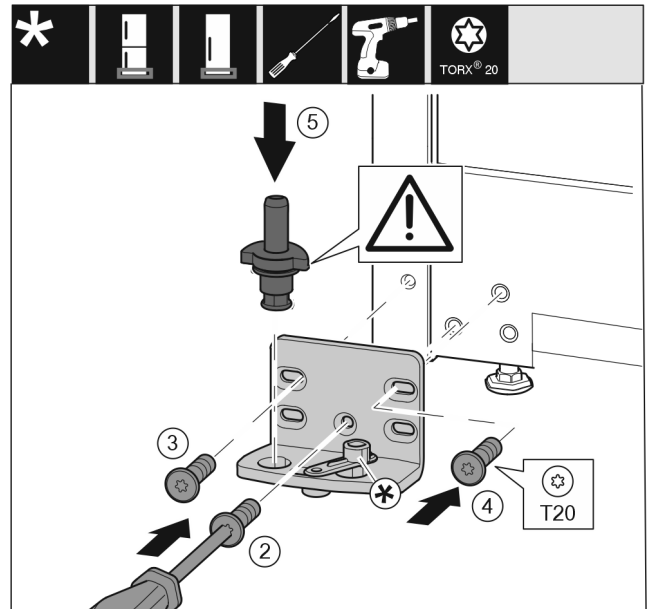

Fig. 22 *
- Helyezze fel a csapágybakot a másik oldalra, és csavarozza fel csavarhúzóval. Kezdje alul, a középső csavarral Fig. 22 (2).*
- Húzza meg a csavart Fig. 22 (3) és a csavart Fig. 22 (4).*
- Helyezze be teljesen a csapszeget Fig. 22 (5). Ügyeljen közben arra, hogy a reteszelő bütyök hátrafelé mutasson.*
- Helyezze fel a csapágybakot a másik oldalra, és csavarozza fel csavarhúzóval. Kezdje alul, a középső csavarral (2).*
- Húzza meg a csavart (3) és a csavart (4).*
- Helyezze be teljesen a csapszeget (5). Ügyeljen közben arra, hogy a reteszelő bütyök hátrafelé mutasson.*